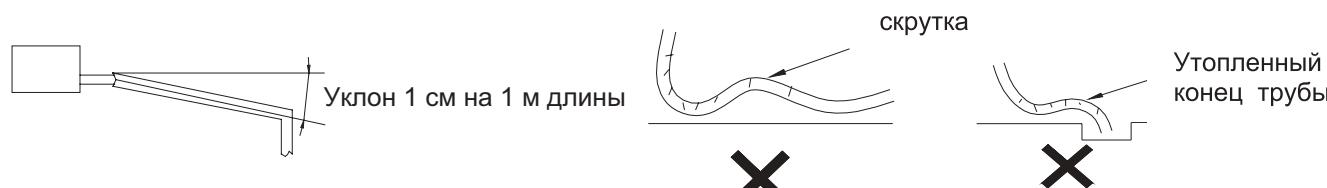

Рис. 13.1.
13.7. Дренажная труба должна иметь уклон не меньше 1% в сторону движения конденсата. Не допускается уклон в обратную сторону, наличие скруток, изгибов, защемлений т.п. Конец дренажной трубы не должен находиться в воде (рис. 13.1).